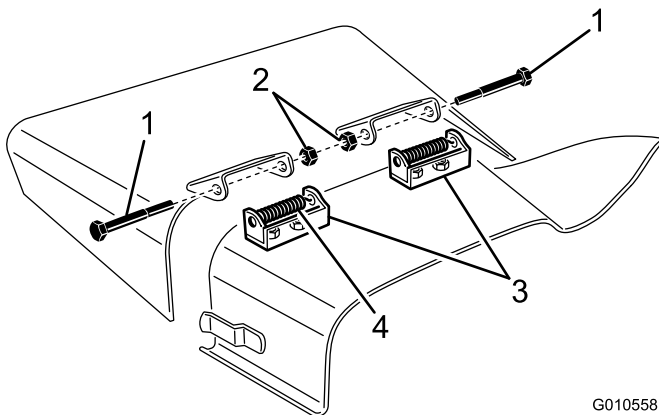

Figura 27
2. Togliete i 2 bulloni, i dadi di bloccaggio e le molle che fissano i supporti del deflettore alle staffe orientabili (Figura 27).
3. Per rimuovere le staffe orientabili, togliete i bulloni a testa tonda e i dadi (Figura 27).